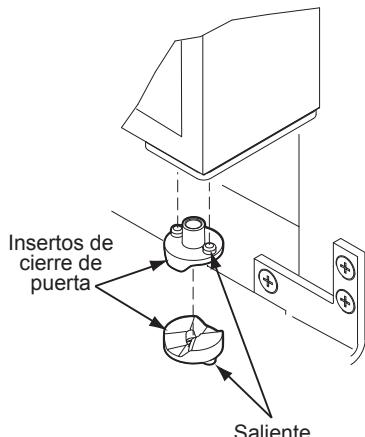

Figura 3
- 5 Una vez completado el ajuste, retire los cierres de la puerta de la bisagra inferior, límpie a fondo y aplique vaselina a las superficies coincidentes de los cierres (Figura 3). Asegúrese de que los salientes de los cierres se alinean con los orificios de la bisagra y la placa de bisagra. Monté la puerta e instale el pin de pivote de la bisagra superior.